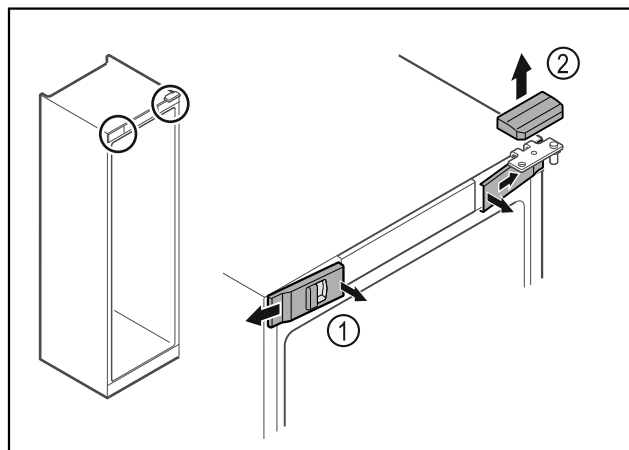

Fig. 15
- ▶ Ξεκουμπώστε εσωτερικά τα μπροστινά καλύμματα Fig. 15 (1) και αφαιρέστε τα προς το πλάι.
- ▶ Αφαιρέστε προς τα επάνω το επάνω κάλυμμα Fig. 15 (2).